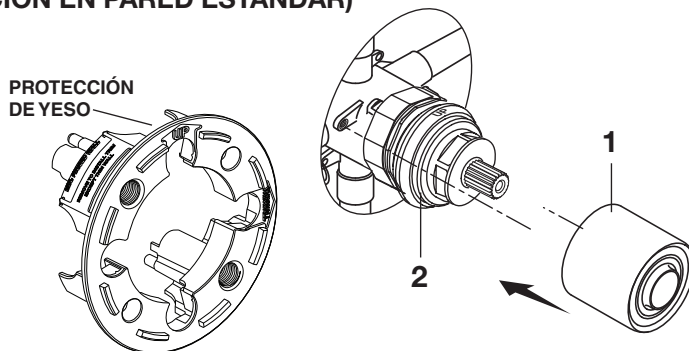

Figura 1.
- **Figura 1.** Empuje la TAPA (1) por encima del CARTUCHO DE LA VÁLVULA (2) hasta que esté apoyada contra el dispositivo de retención.
- **Figura 1.** Retire los TORNILLOS LARGOS (4), empuje la TAPA (1) por encima del CARTUCHO DE LA VÁLVULA (2) hasta que esté apoyada contra el dispositivo de retención.